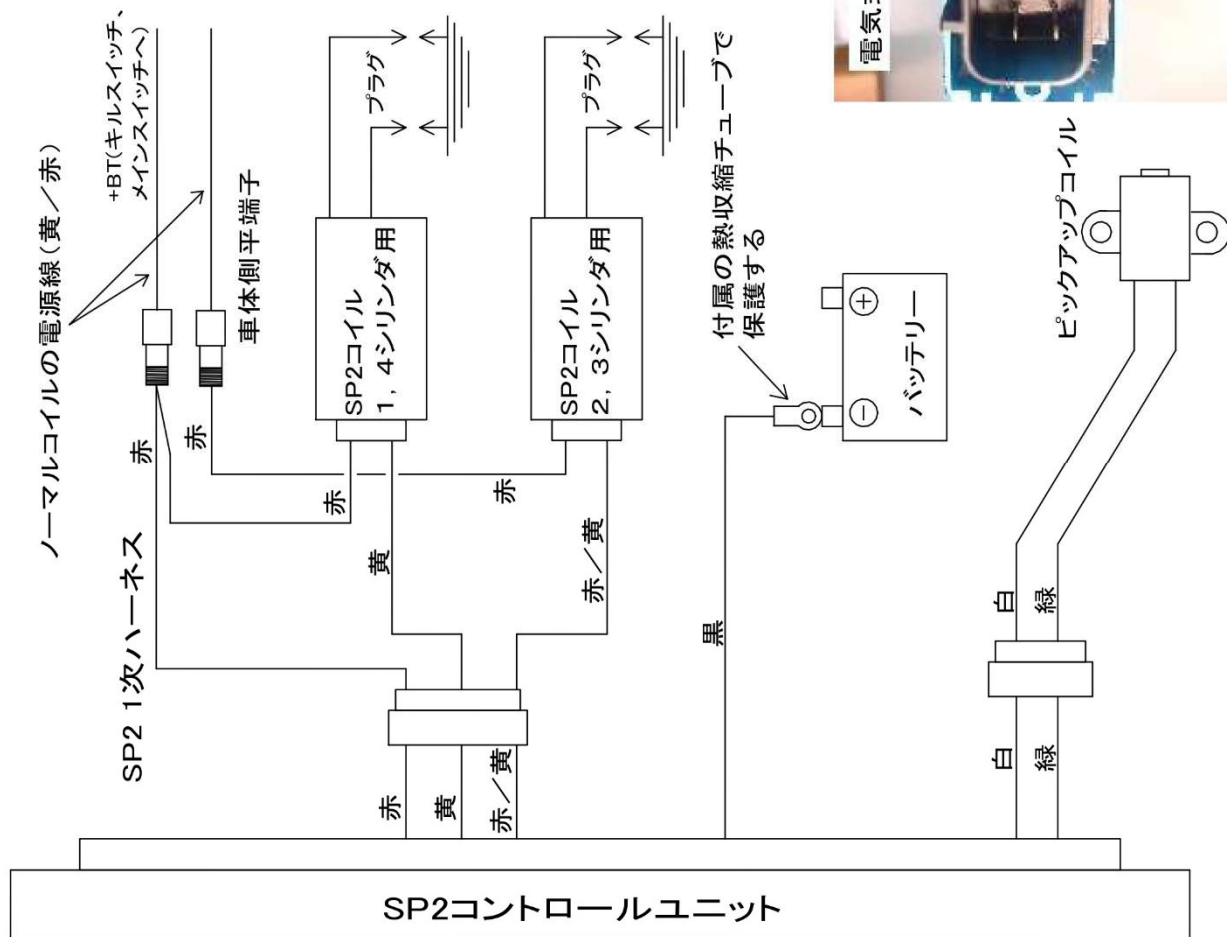

図7、SP2点火システム配線図
- ⑥SP2 コントロールユニットの取付位置を決めてください。スイッチ面に水などが溜まらないように配置して下さい。
- ⑦SP2 コントロールユニット用コネクタの配線を適当な長さでカットし、付属のコネクタを配線図のように取り付けて下さい(図7)。